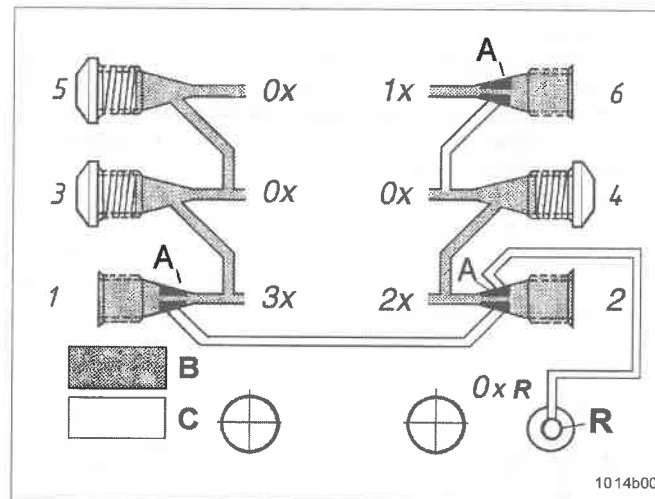

Abb. 1-1 Einfache, doppelte und dreifache Auslassmenge, (Verteiler hinten montiert)
- Die einfache Fördermenge, ist die Schmierstoffmenge die ein Kolben pro Hub und je Auslassbohrung einer Schmierstelle zuführt. **Sie beträgt ca. 0,2 cm³**, vgl. Auslass 6 (Abb. 1-1).
- Fördermengen lassen sich durch Verschließen von Auslassbohrungen mit Verschlusschrauben (Abb. 1-2), z. B. an Auslass 3 bis 5 (Abb. 1-1) erhöhen. Sie sind Bestandteil der Zubehörbausätze.
- Beispiel siehe Abb. 1-1:
Wird Auslass 2 (Abb. 1-1) an eine Schmierstelle angeschlossen, darf Auslass 1 nicht verschlossen werden, siehe Klemmring A in Auslass 2.
- Die restlichen Auslässe sind für den Anschluss zu den Schmierstellen oder zur Erhöhung der Schmierstoffmenge zu verwenden (vgl. Abb. 1-1).
- The remaining outlets are to be used for the connection to the lube point or for increasing the lubricant quantity (dou-ble or triple), comp. fig. 1-1.